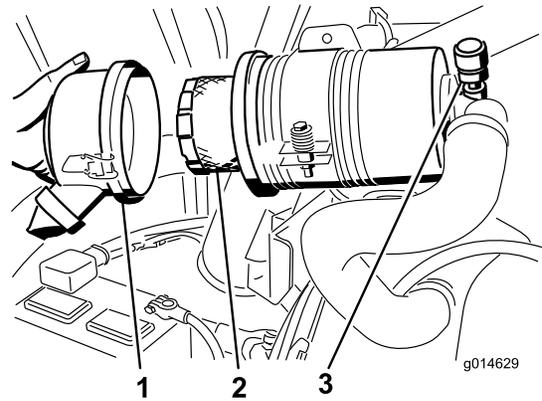

Bild 62
3. Nehmen Sie den Filter heraus und wechseln Sie ihn (Bild 62).